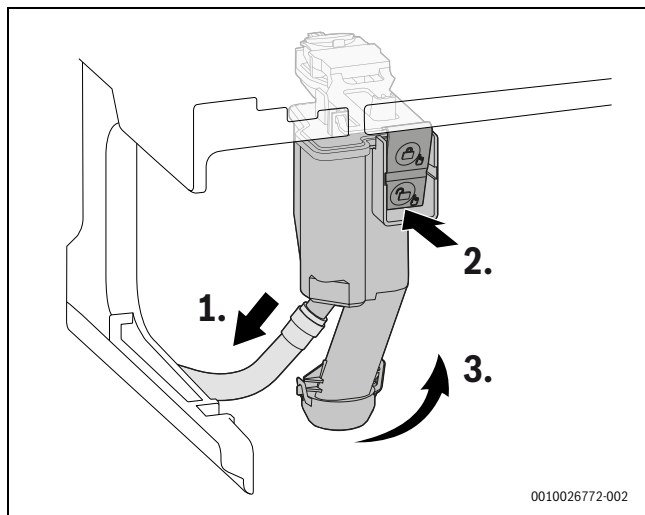

Fig. 131 Démontez le siphon des condensats
- Retirer le siphon de condensats de l'appareil (→ Figure 131, Page 67).